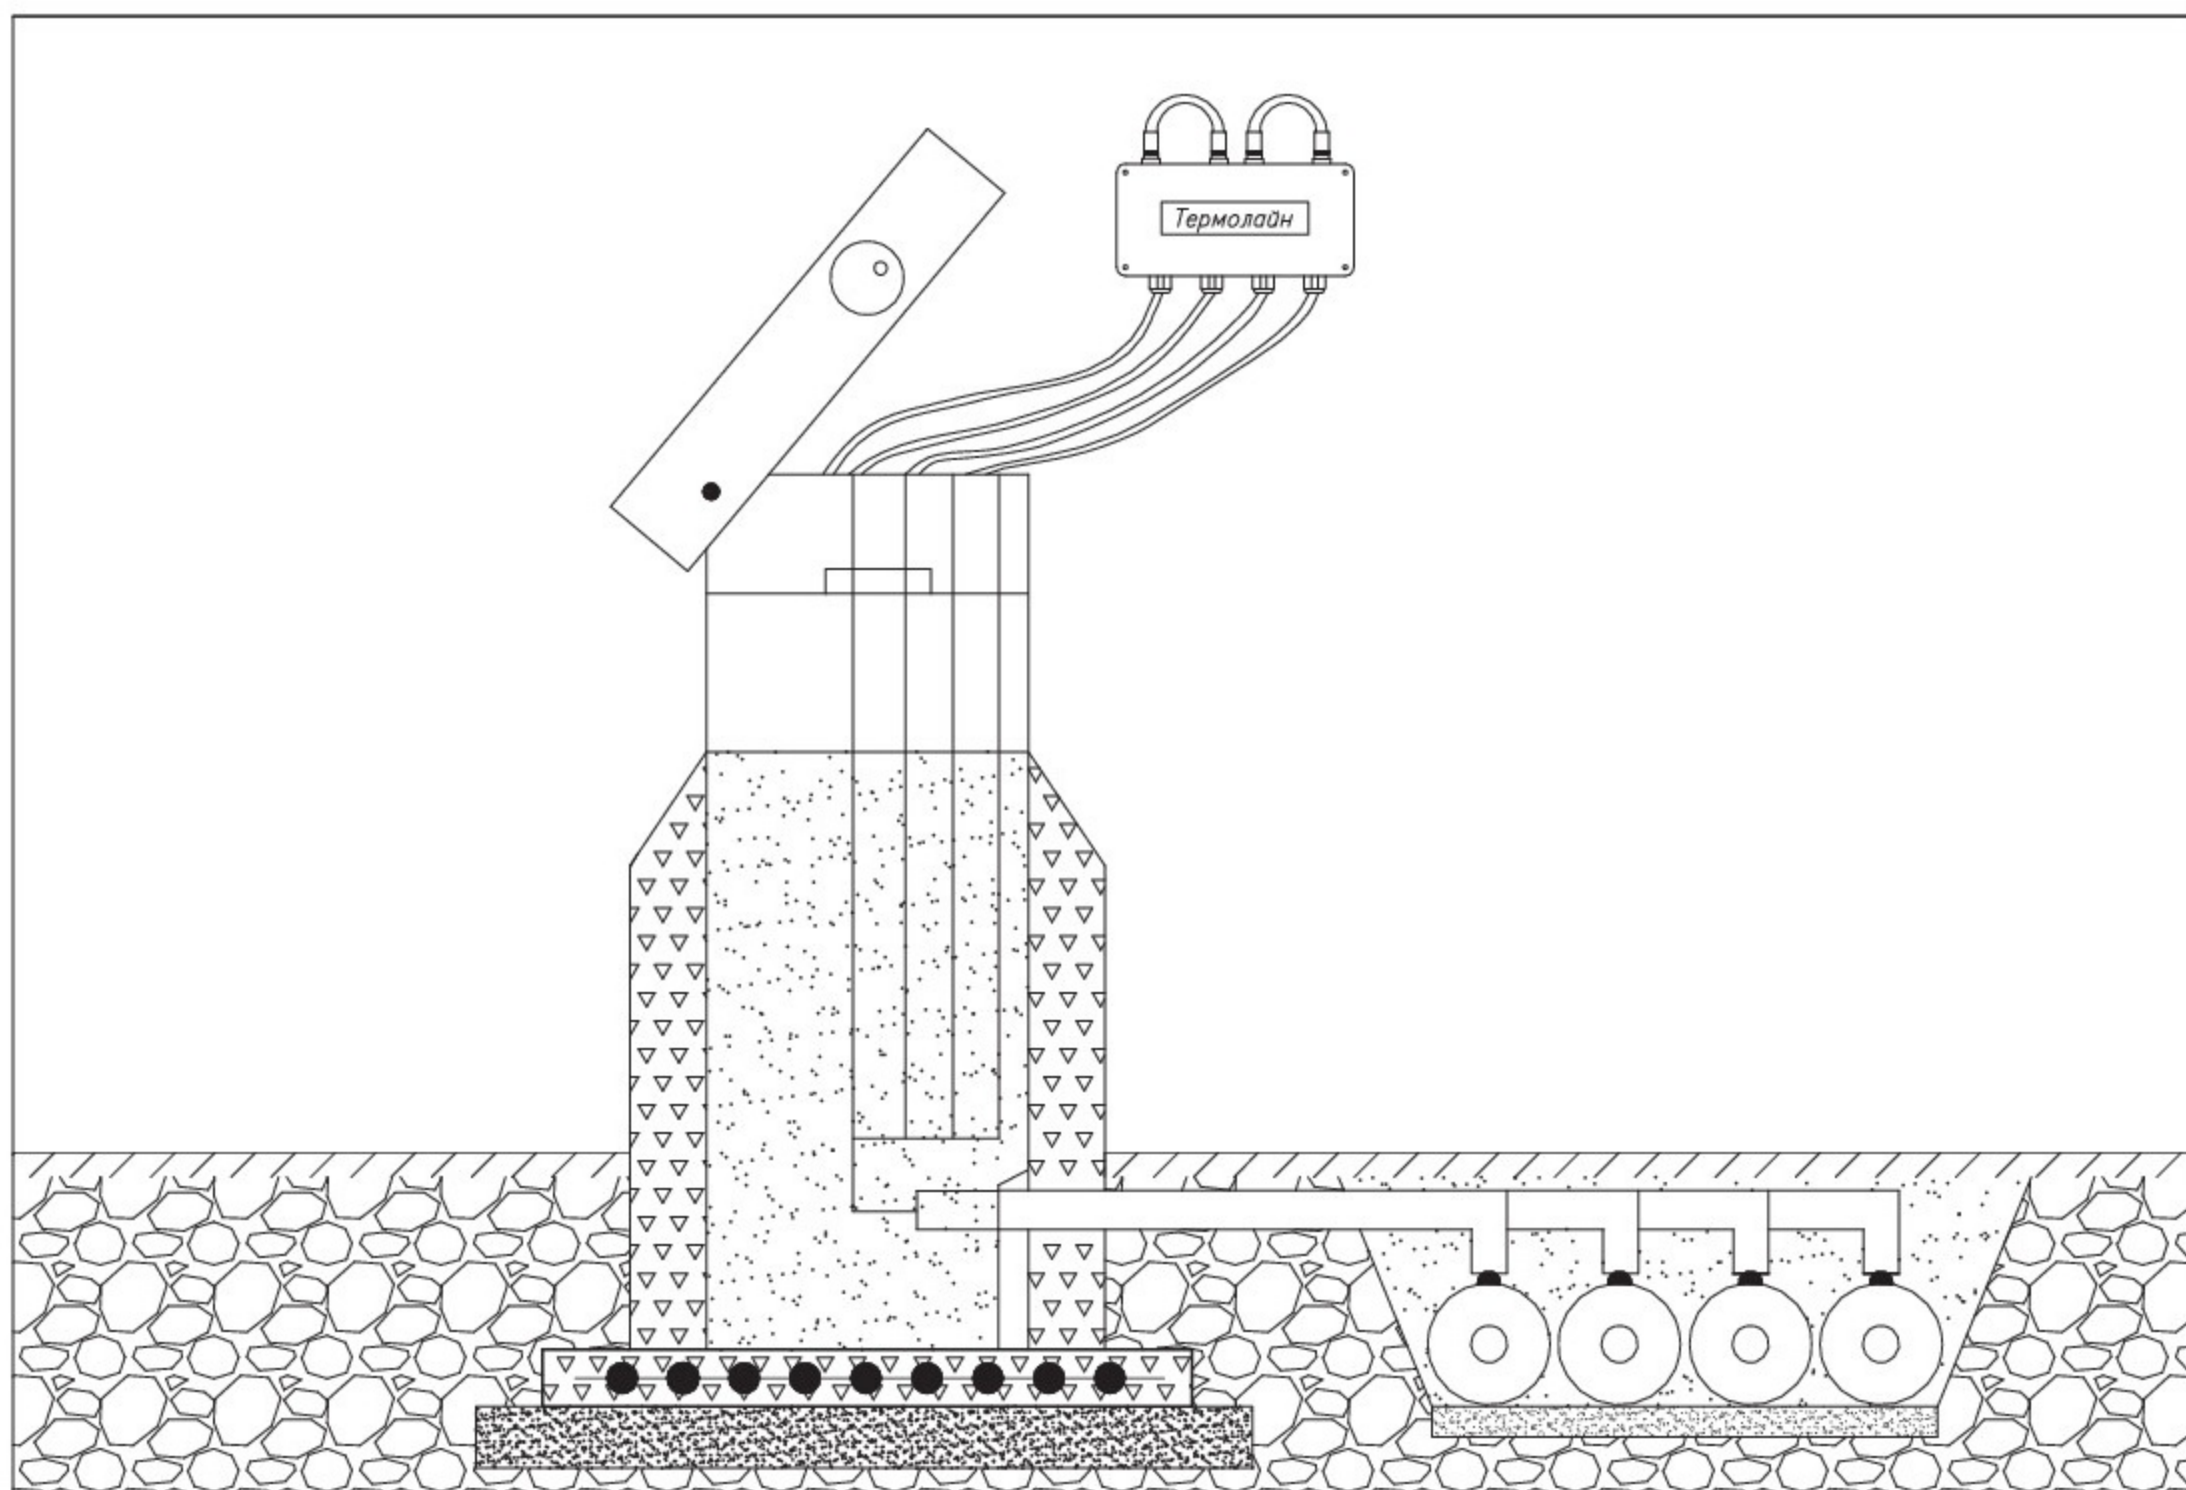

Рис. 12 Установка терминала в наземном ковре
11. При установке терминала внутри помещения (**Рис. 12**), просверлить в стене здания два отверстия (диаметром 6 мм и глубиной 30 мм) на уровне предполагаемого крепления терминала (Н ~ 1,5 метра от пола).